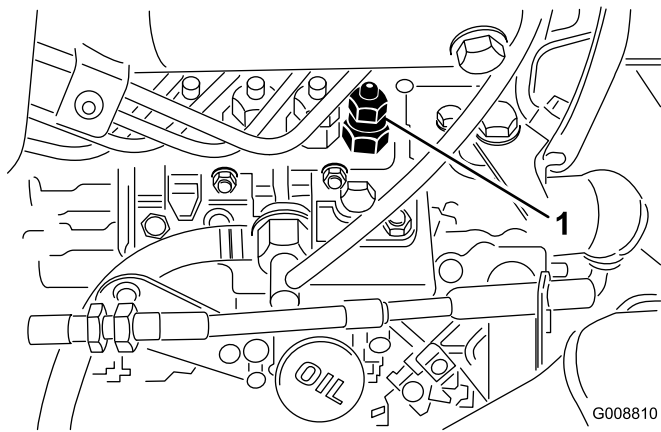

Figura 55
1. Afloje la conexión entre el tubo y el conjunto de inyector de boquilla n.o 1 soporte en la bomba de inyección (Figura 55).